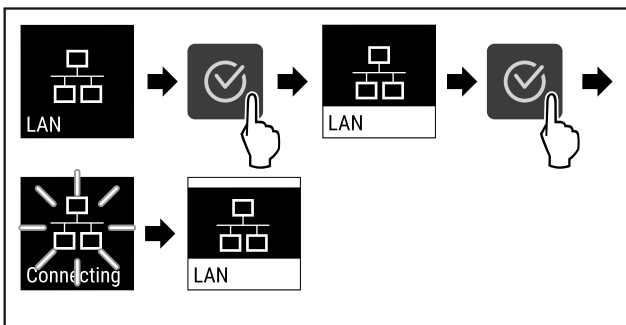

Fig. 80
- ▶ Følg anvisningene (se Fig. 80) .